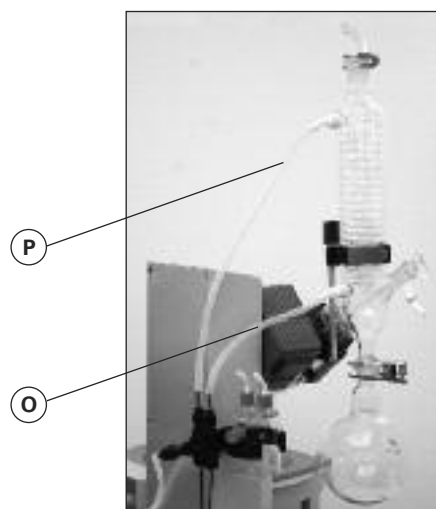

Fig. 17
- ☞ Conecte las mangueras de agua en el refrigerador de vidrio (manguera corta (O) = salida abajo, manguera larga (P) = entrada arriba) y fija las mangueras (Fig. 17).